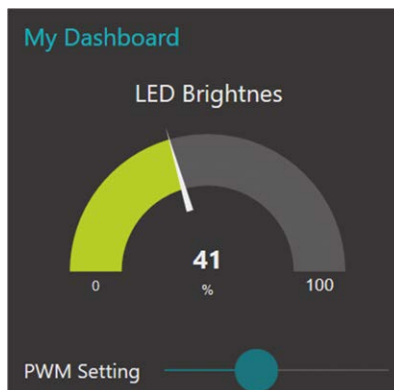

Figure 8.21 Déplacez le curseur pour changer la luminosité de la LED
- Déplacer le curseur au bas de la jauge (voir figure 8.21). Vous devriez voir la luminosité de la LED changer lorsque le curseur est déplacé de 0% à 100% (il est réglé à 41% dans la figure).